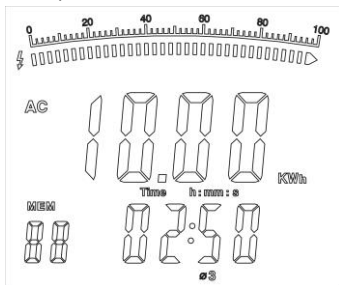

Figure 21
4. Pressez **SEL** pour sélectionner une des trois phases (figure 21).